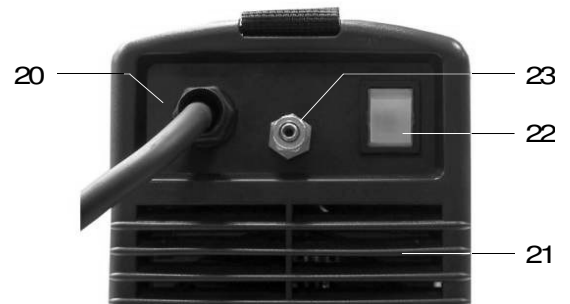

Fig. 1
- Efectuar as ligações á rede e á terra tal como se indica no capítulo "Instalação". Ligar o cabo de massa e porta-electrodos ás tomadas rápidas + (positivo) (8-fig.1) e – (negativo) (10-fig.1) segundo a polaridade do eléctrodo utilizado e, de acordo com as indicações do fabricante.
- Pôr em marcha o equipamento ligando o interruptor ON/OFF (22-fig.1).
Ao ligar o interruptor, o indicador laranja (18-fig.1) acende-se, e apaga imediatamente, se não existir nenhum defeito. O indicador vermelho (17-fig.1) acende para indicar a alimentação do equipamento.